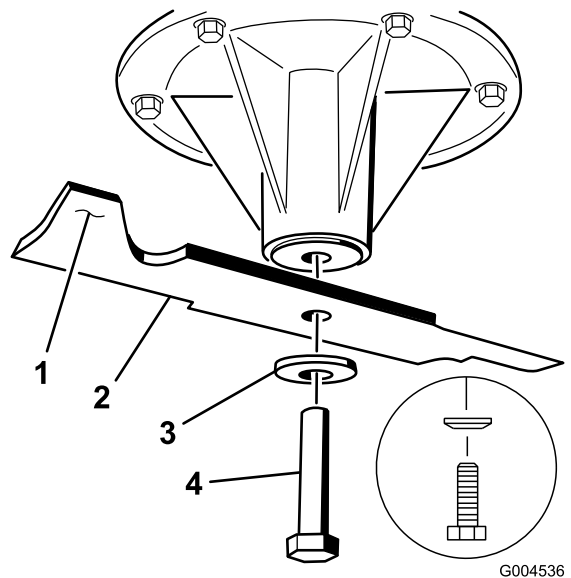
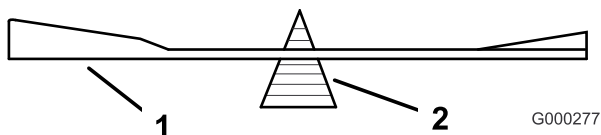

Bild 79
Bild 81
2. Entfernen Sie die Messerschraube, Wellenscheibe und das Messer von der Spindelwelle (Bild 79).
2. Überprüfen Sie die Auswuchtung des Schnittmessers auf einer Ausgleichsmaschine (Bild 81). Wenn das Schnittmesser in seiner horizontalen Position bleibt, ist es ausgewuchtet und kann wiederverwendet werden. Feilen Sie, wenn das Schnittmesser nicht ausgewuchtet ist, vom Flügelbereich des Messers etwas Metall ab (Bild 79). Wiederholen Sie diesen Vorgang, bis das Messer ausgewuchtet ist.